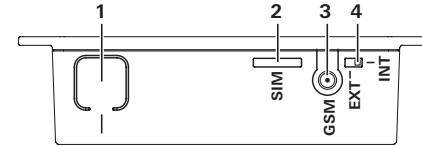

Bild 2 – Ansicht oben
- Taste (Bild 2 – 1) an der Truma iNet Box ca. 1 Sekunde drücken.